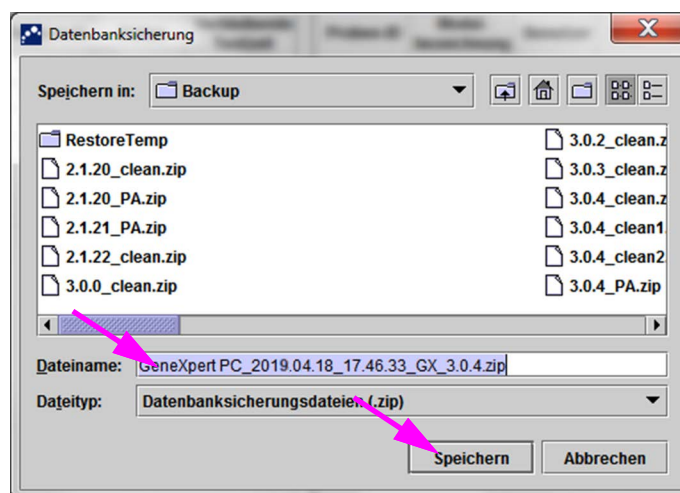

Abbildung 5-74. Benennen der Sicherungsdatei
3. Suchen und wählen Sie den Ordner aus, in dem Sie die Sicherungsdatei speichern möchten, geben Sie einen Namen für die Datei ein (oder verwenden Sie den Standardnamen) und klicken Sie anschließend auf **Speichern**. Im Sicherungsvorgang wird eine .zip-Datei an einem von Ihnen angegebenen Speicherort angelegt (vgl. Abbildung 5-74).